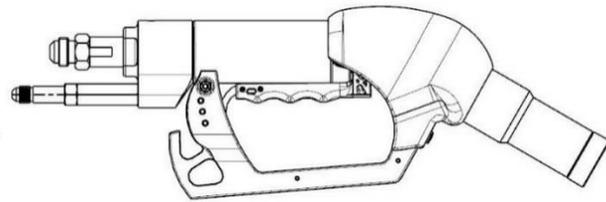

Figura 3 – Posición ON del gatillo
3. Levante el gatillo del boquerel hasta que el pestillo engrane en la posición ON (Figura 3). Se escuchará un “CLIC” audible.